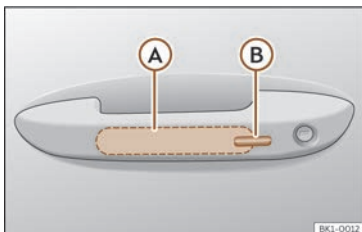

Fig. 83 Maneta de la porta: superfícies sensors.
>>> **fig. 83**
- Toqueu la superfície sensora >>> **fig. 83 B** situada al costat exterior de la maneta de la porta. Tots els intermitents parpellegen una vegada.
- Abans que transcorrin 5 segons, toqueu una vegada el sensor del costat exterior de la maneta de la porta >>> **fig. 83 B**. En fer-ho, no agafeu la maneta. El sistema Keyless Access queda desactivat temporalment.